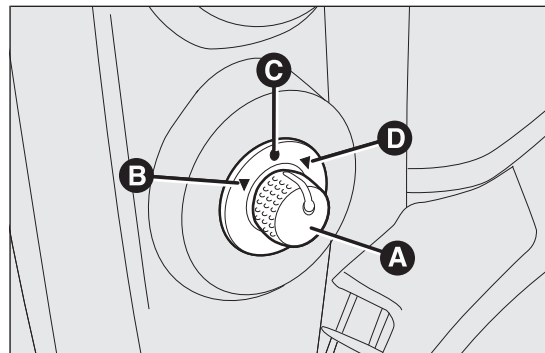

fig. 29
- ☐ seleccionar con la desviador A fig. 29 el espejo deseado (derecho o izquierdo);